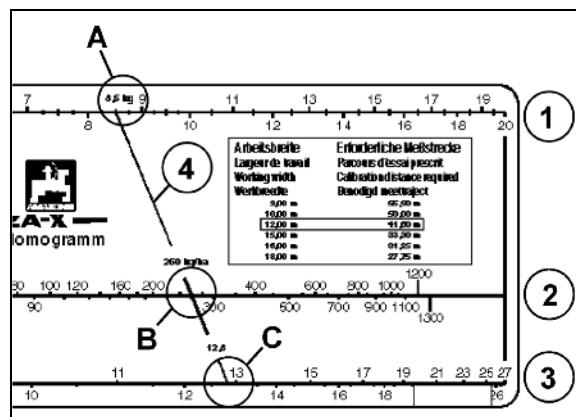

図 72
4. 圃場で測定距離を正確に測定します。開始地点と終了地点をマークします(図 72)。